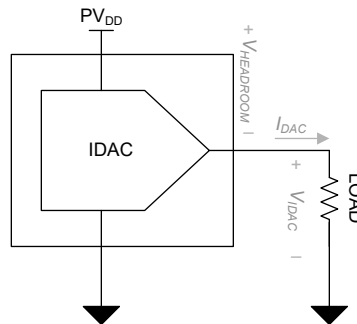

图 8-2. IDAC 功率耗散
- IDAC 通道的功率耗散是 PV_{DD} 电源电压、电流输出和 IDAC 引脚电压 (V_{IDAC}) 的函数。余量电压 (V_{HEADROOM}) 计算为 PV_{DD} 和 V_{IDAC} 之间的差值。更大幅度地降低 V_{HEADROOM} 以降低器件的功率耗散，同时满足最低 V_{HEADROOM} 要求。如果 V_{HEADROOM} 低于指定的电压，则 IDAC 输出无法提供满量程电流输出。图 8-2 展示了输出电流方向和影响功率耗散的主要电压。IDAC 输出对功率耗散的影响与输出电流乘以 V_{HEADROOM} 电压成正比。